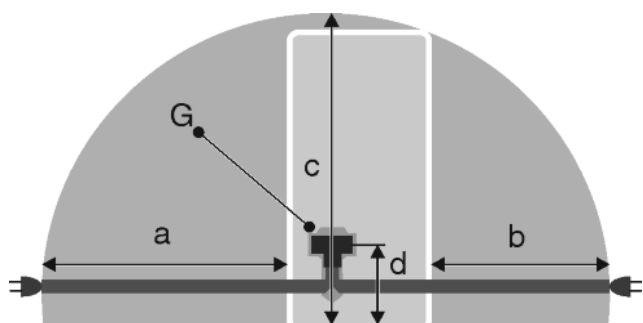

Fig. 21
- Gniazdo znajduje się poza tylną częścią urządzenia w podanym obszarze *Fig. 21 (a, b, c)*.
- ▶ Wtyczkę urządzenia *Fig. 21 (G)* podłączyć z tyłu urządzenia. Zwrócić uwagę na prawidłowe ząbienie.